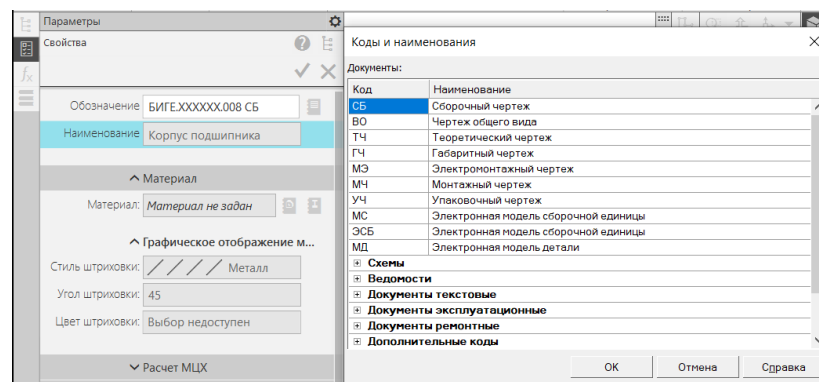

Рис. 14 Назначение свойств документа
- **Дерево построений – Деталь – Свойства – Настройка списка свойств** (рис. 14). Назначить свойства модели – наименование (Корпус подшипника), обозначение (БИГЕ.XXXXXX.008 СБ), разработал – ФИО студента, проверил – ФИО студента, утвердил – ФИО преподавателя.